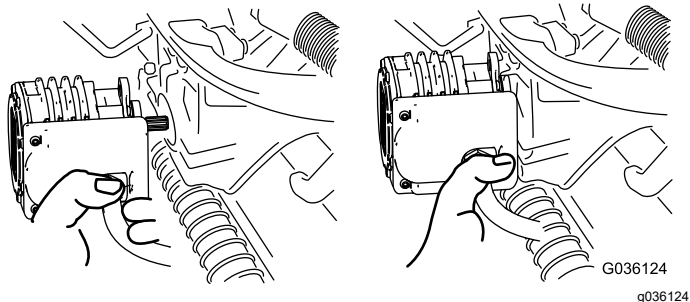

Figure 56
5. Transférez le moteur à la position de rangement sur l'avant du bras de suspension (Figure 56).